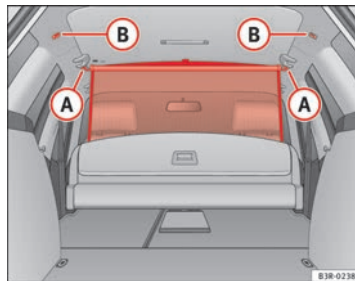

Fig. 121 Argollas para la red de separación
- Coloque la barra transversal en las argollas de alojamiento (B) ⇒ fig. 121.
- Coloque la barra transversal en las argollas de alojamiento (A) ⇒ fig. 121.